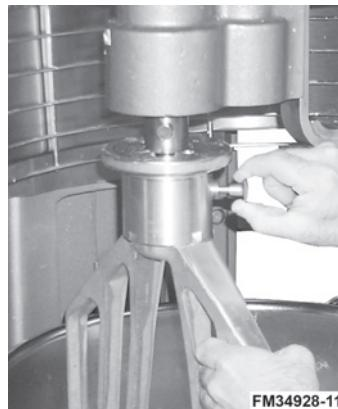

Fig. 10
3. Sostenga el agitador y tire del perno del agitador hasta retirarlo (Fig. 10).
3. Sostenga el agitador y tire del perno del agitador hasta retirarlo (Fig. 10). Deslice el agitador hacia abajo de su eje.